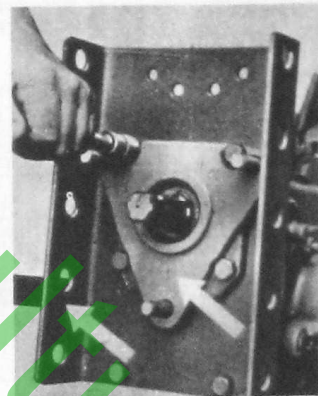

Fig. 70
2. Zapfwellendeckel (Fig. 70, oben) und Geräteschiene (Fig. 70, unten) vom Getriebe abnehmen.
2. Remove P. T. O. cover (Fig. 70, upper arrow) and implement attachment bar (Fig. 70, lower arrow) from gearbox.